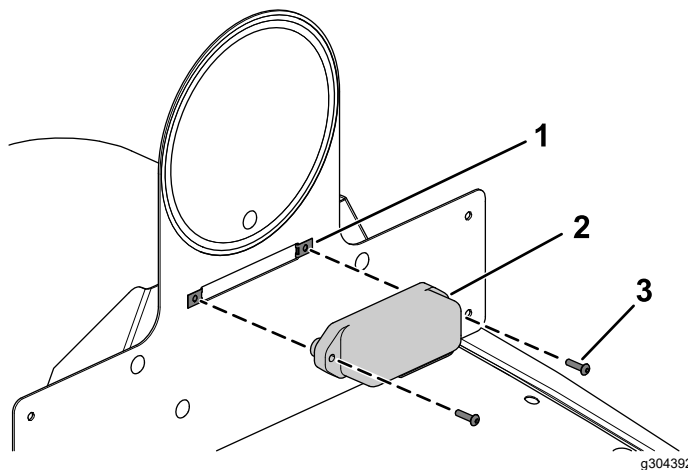

Figura 39
11. Ligue a cablagem à luz da placa da matrícula (Figura 39).
12. Prenda a luz de matrícula à montagem da placa de velocidade montada utilizando duas porcas de velocidade instaladas em Figura 26 e dois parafusos de cabeça de tremço (n.º 10 x ¾ pol.) como se mostra na Figura 39.